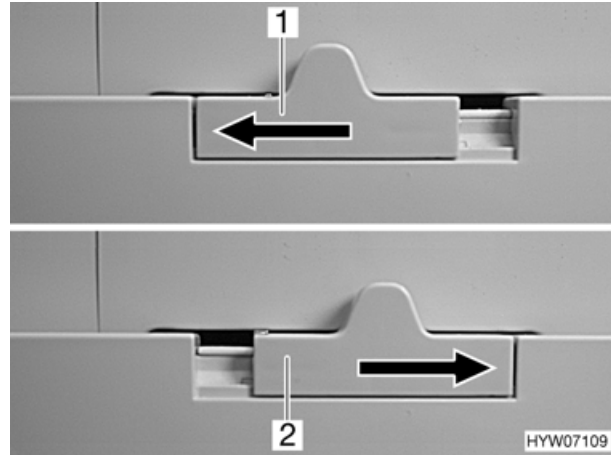

Bild 85 Verriegelung der Kühlschranktür (Variante 3)
- Verriegelung (Bild 85,1) nach links schieben.
- Verriegelung ganz nach rechts (Bild 85,2) schieben.